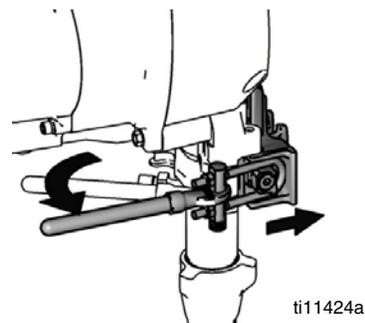

FIG. 14
7. FIG. 14. Abra la puerta de la bomba.